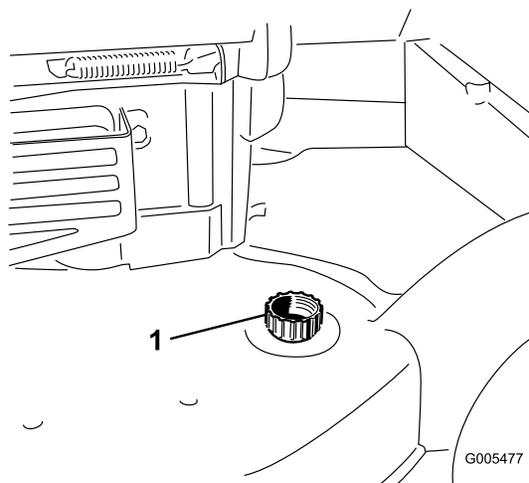

Рисунок 34
4. Присоедините садовый шланг, подключенный к источнику воды, к промывочному отверстию в корпусе (Рисунок 34).